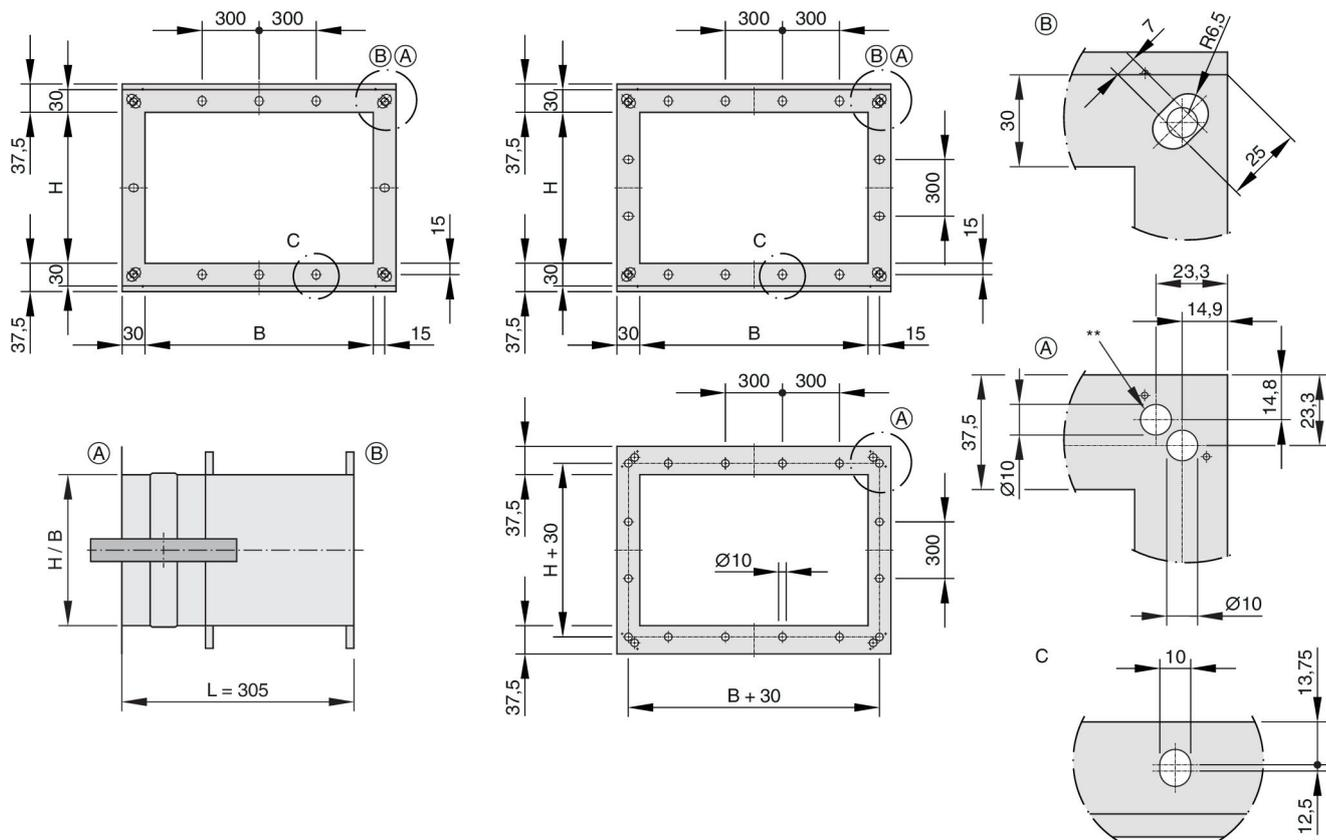

Fig. 3: Orifícios de flange L = 305 mm – número ímpar e par de orifícios
- Dimensões da flange para L = 305 mm, ver Fig. 3.
- Dimensões da flange para L = 305 mm, ver Fig. 3 .
- Dimensões da flange para $L = 305$ mm, ver Fig. 3 .